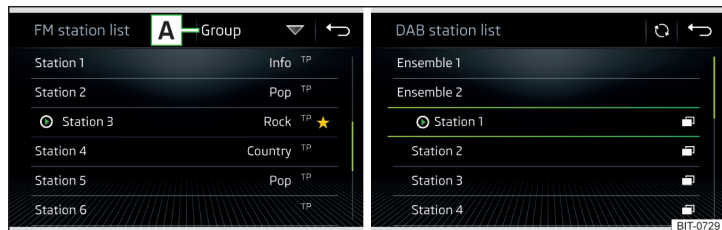
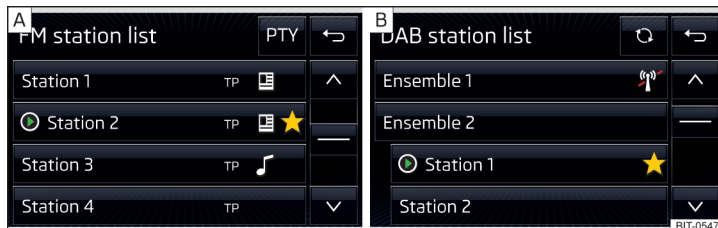

Fig. 149 Amundsen, Bolero: Exemplu de listă a posturilor de radio FM / DAB disponibile
Fig. 150 Swing: Exemplu de listă a posturilor de radio FM/DAB disponibile (sortare ierarhică)
- ▶ Pentru **sortarea** (FM) posturilor de radio în ordine alfabetică, după grupă sau gen, atingeți suprafața de comandă funcții **[A]** ▶ fig. 149 ▶ **[!]**.
- ▶ Pentru **filtrarea** posturilor în funcție de tipul programului (de exemplu cultural, muzical, sportiv etc.), atingeți în lista de posturi FM (cu funcția RDS activată) și în lista de posturi DAB (la selectarea sortării globale a listei de posturi) suprafața de comandă funcții **PTY** ▶ fig. 150 - **[A]**.
În benzile de frecvențe **AM** și **DAB**, actualizarea se face manual, prin atingerea suprafeței de comandă funcții  » fig. 149, respectiv » fig. 150.